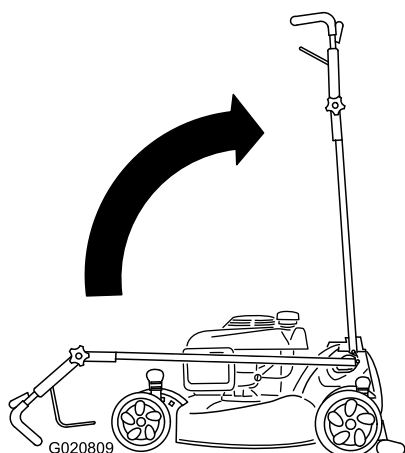

Figure 51
2. Amenez le guidon à la position verticale (Figure 51).